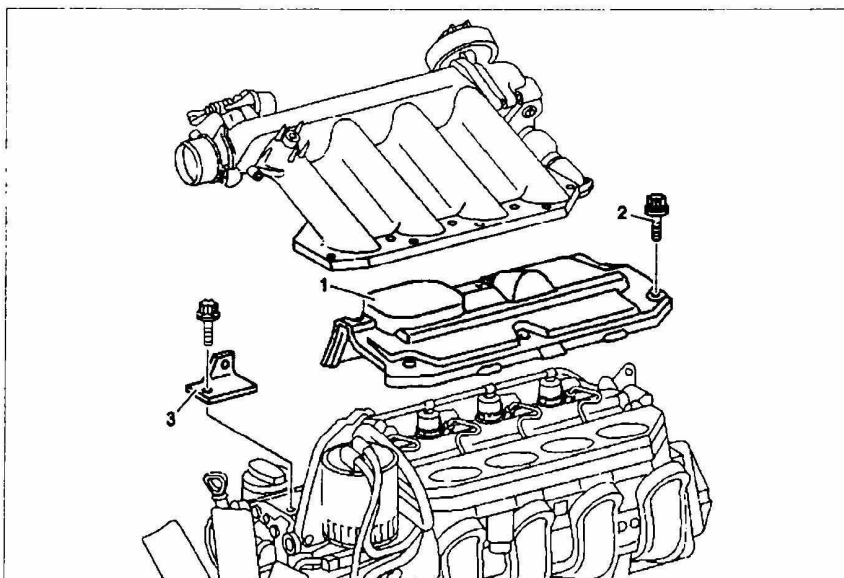

Рис. 3. Снятие и установка декоративной панели крышки головки блока цилиндров (показано на двигателях 611):
2. Снимите кронштейн **3** (только на двигателях 611.981/983/987) (рис. 3).